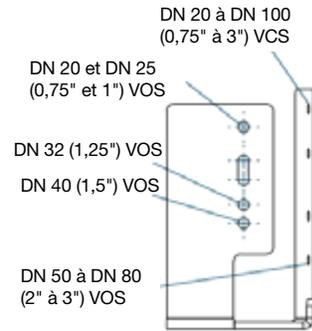

Figure 4 :
- Noter la position de la baguette et l'emplacement des trous de fixation. Retirer les 2 vis avec précaution et soulever l'indicateur de position existant. Se référer aux Figures 4 à 9 de la page 24 (AJOUT D'INDICATEURS DE POSITION) pour assurer le bon emplacement de l'indicateur de position.
- Se référer aux Figures 4 à 9 (ci-dessous) pour assurer le bon emplacement de l'indicateur de position. La taille de vanne est représentée dans le numéro de modèle par les 4 premiers caractères. Par exemple, une vanne CP de DN 80 (3") devrait avoir le n° de modèle 300C.